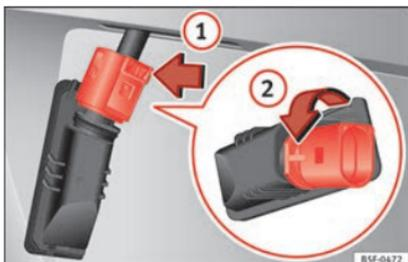

Fig. 118 Luz de matrícula: desmontar el portalámparas.
3. En el bloqueo del conector presione » **fig. 118** en la dirección de la flecha ① y tire del conector.
4. Gire el portalámparas en la dirección de la flecha ② y sáquelo con la lámpara.
6. Introduzca el portalámparas en la luz de matrícula y gire en dirección opuesta a la flecha ② hasta el tope.